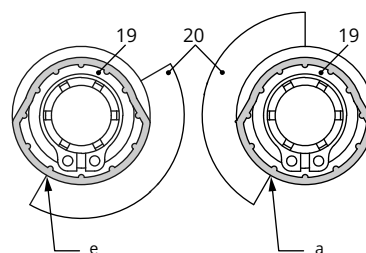

Bild 21: Schaltnocken und Schaltr ger
Die Schaltnocken (19) sind mit dem Nockenträger (20) und den Sicherungsringen (9) bereits zur Schaltnockeneinheit (21) vormontiert (vgl. Bild 21).
3. Befestigungsschrauben herausdrehen und Antriebsplatine (12) aus ihrer Führung heraus nach rechts schieben. Platine leicht anheben und weiter in Richtung Kabeldurchführung schieben.
4. Spindelzahnrad (2) auf die Lagerhülse (13) aufstecken und einrasten. Darauf achten, dass dabei die seitliche Arretierung in die Nut der Lagerhülse eingreift.
5. Zwischenrad (1) auf Dom 1 (11.1) aufstecken, dann Zackenring (3) aufsetzen und bis zum Anschlag herunterdrücken.
6. Distanzring (8) auf Dom 2 (11.2) aufstecken.
7. Spannfeder (4) so auf den entsprechenden Dom aufsetzen, dass der lange Schenkel der Feder zwischen den Mantelflächen Distanzring (8) und Zwischenrad (1) liegt.
8. Die beiden vormontierten Schaltnocken (19) mit dem Zahnkranz voran auf den Nockenträger (20) aufstecken.
9. Einstellzahnräder (18) auf ihre Dome stecken und mit je einer Schraube befestigen. Prüfen, ob sich die Einstellzahnräder leicht drehen lassen. Schraube andernfalls wieder geringfügig lösen.
10. Die beiden Schaltnocken (19) nach Bild 21 entsprechend der Stellung der Antriebsstange auf dem Nockenträger (20) verdrehen.